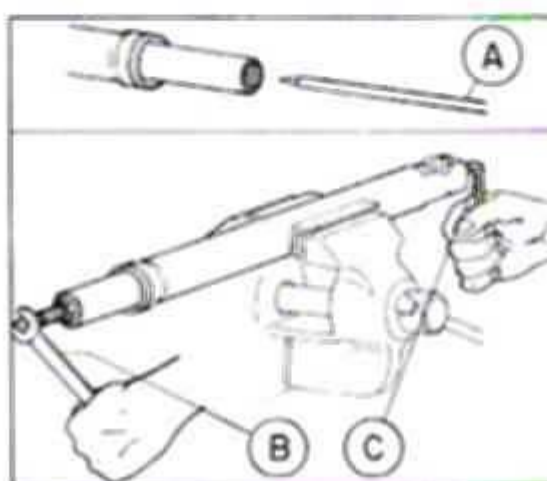
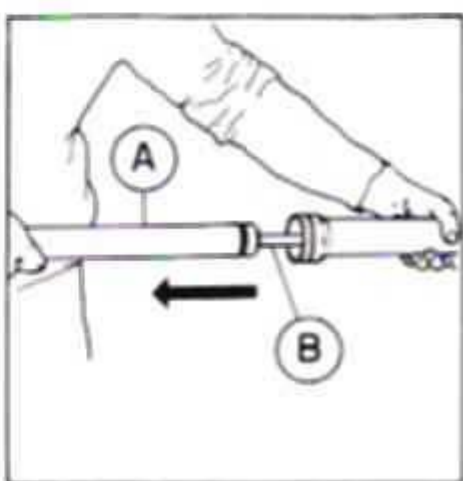

FIG. C26
FIG. C27
6. Introduzir a ferramenta especial (A - Fig. C26) 5063.099.003.00.9 no interior do cilindro interno enroscando-a em sua extremidade (B - Fig. C26). Enroscar a extremidade menor da ferramenta até pressionar o tubo do assento (localizado no interior do cilindro interno).
7. Desaparafusar o parafuso (C - Fig. C26) no fundo do cilindro externo com uma chave allen. Sacar o anel de vedação.
8. Após, desaparafusar a ferramenta especial (A - Fig. C26), sacar o conjunto do cilindro interno (A - Fig. C27) e o tubo do assento (B - Fig. C27).